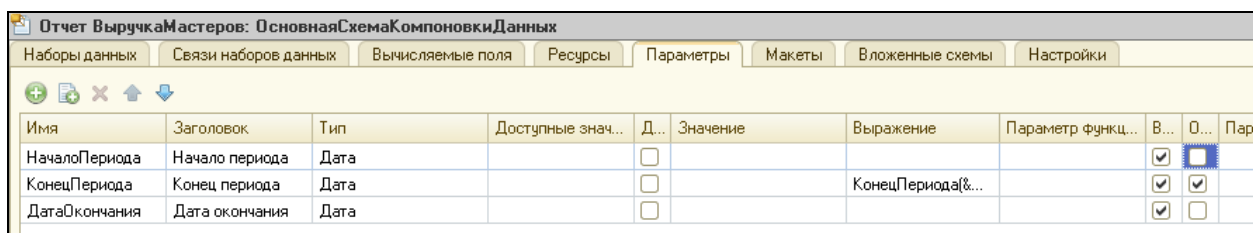

Рисунок 4.27 Настройка параметров отчета
8. Перейти на закладку **Параметры**. Самостоятельно создайте и отредактируйте параметры **НачалоПериода**, **КонецПериода**, **ДатаОкончания**, так же как в предыдущем отчете (рис. 4.27).